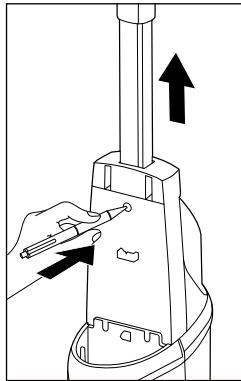

Abb. 2
- ▶ Wenn Sie das Handteil **1** vom Gerät abmontieren möchten, müssen Sie zuerst den Frischwasserbehälter **11** entfernen (siehe Kapitel **Frishwasser-behälter auffüllen**). Wenn Sie den Frischwasserbehälter **11** entfernt haben, drücken Sie die Einrastung des Handteils **1** mit einem spitzen Gegenstand aus der Einrastöffnung. Anschließend können Sie das Handteil **1** wieder aus dem Gerät ziehen (siehe Abb. 2).